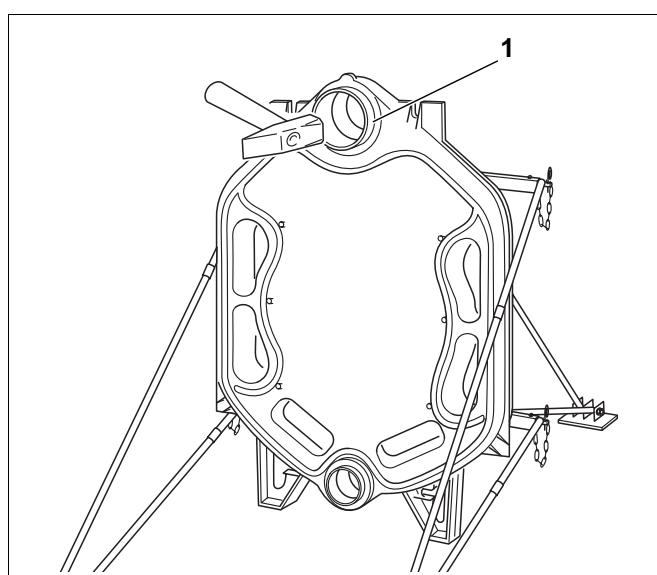

Рис. 9
- После такого забивания верхний и нижний ниппели (рис. 9, поз. 1) должны выступать из соответствующих ступиц примерно на 43 мм (верхний) и 32 мм (нижний).